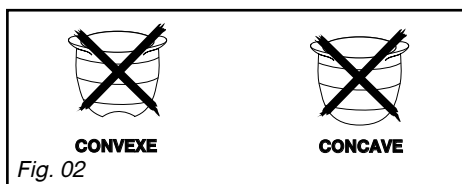

Fig. 02
- N'utilisez pas de récipient à fond concave ou convexe (Fig. 02).
– Utilisez un récipient de taille adaptée : le diamètre du fond doit être égal ou supérieur au diamètre du foyer électrique (*Fig. 02*).